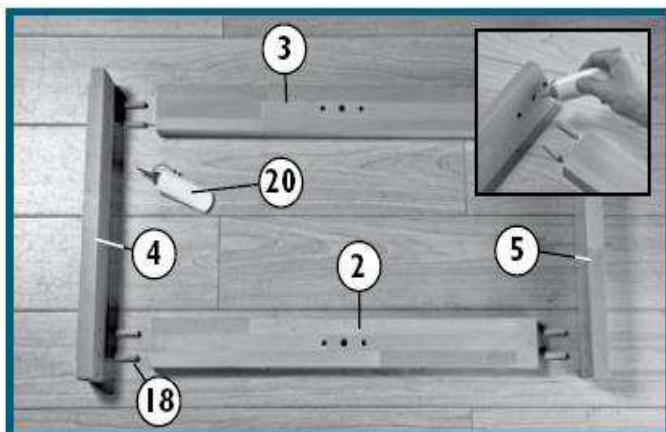

Fig. 1
1.) Montáž podnoží 1. část - Fig. 1
Slepte bačkoru (č.5), nosník (č.4), přední nohu s dírou pro poděráky (č.2) a zadní nohu (č.3) pomocí kolíků (č.18) a lepidla (č.20) dle Fig. 1 **POZOR** do otvoru pro kolíky dávejte přiměřené množství lepidla (2-3 kapky). Opakujte tento proces pro 2. podnoží a nechte dostatečně zaschnout (min.10 minut)